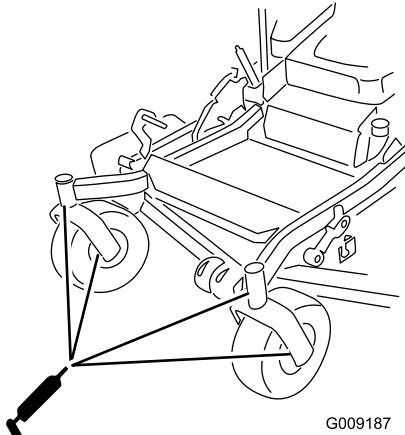

Figura 43
- Retire el adaptador de engrase del punto de engrase. Instale el tapón hexagonal y la tapa (Figura 43).